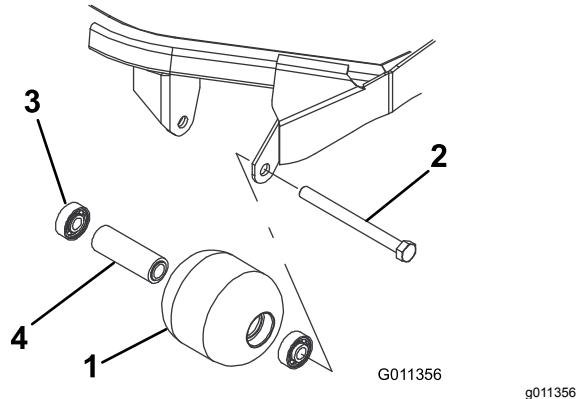

Figura 86
1. Rimuovete il bullone di fissaggio del rullo (Figura 86).
4. Verificate la presenza di eventuali danni sull'alloggiamento, sui cuscinetti e sul distanziale del cuscinetto del rullo (Figura 86). Sostituite i componenti danneggiati e procedete con il montaggio.
1. Montate il primo cuscinetto premendolo nell'alloggiamento all'interno del rullo (Figura 86). Premete soltanto sulla pista esterna o, in misura uguale, sulla pista interna ed esterna.
2. Inserite il distanziale (Figura 86).
3. Spingete il secondo cuscinetto nell'alloggiamento all'interno del rullo (Figura 86) premendo in misura uguale sulla pista interna ed esterna, fino a quando la prima pista non tocca il distanziale.